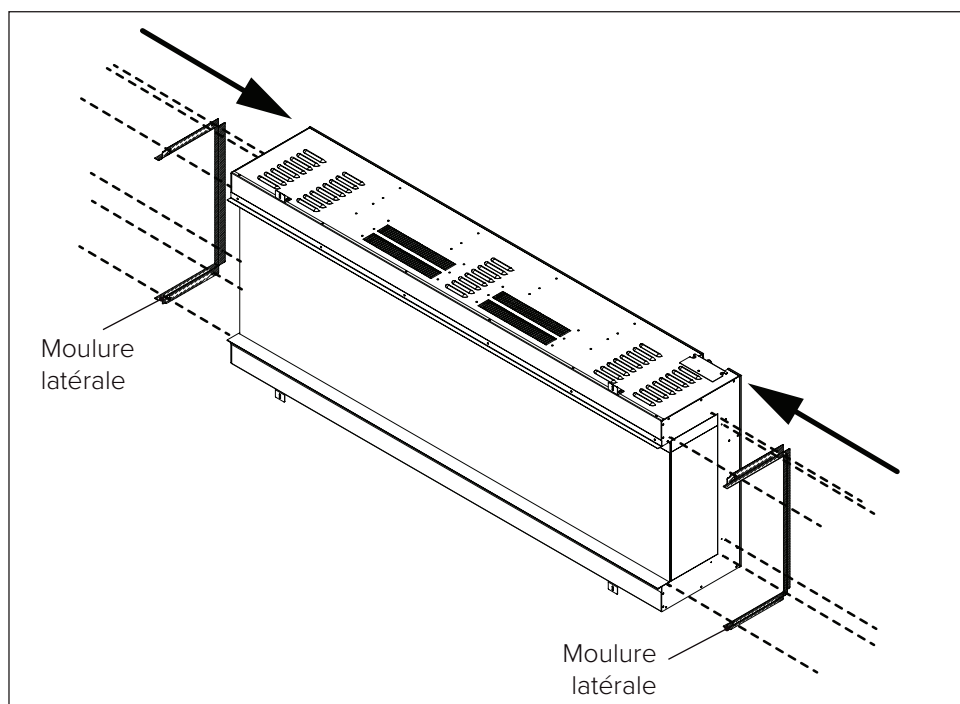

Fig. 4
1. Refixez les deux garnitures latérales à l'aide des 12 vis retirées précédemment (**Fig. 4**).